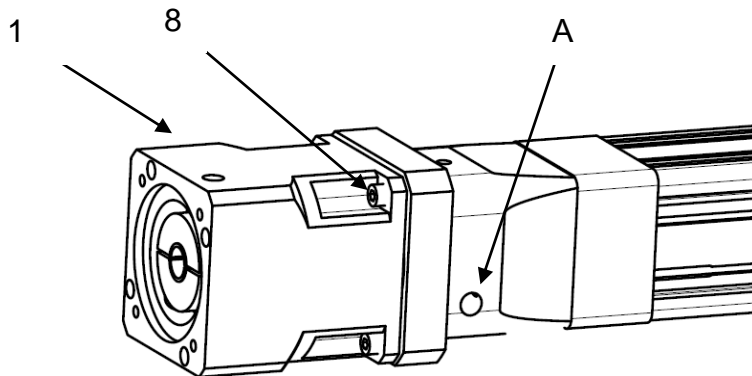

Рисунок 6 – Установка редуктора.
3) закрепить редуктор (поз. 1) при помощи винтов (поз. 8) (см. рисунок 6). Затянуть второй винт муфты, через отверстие А в корпусе монтажного комплекта;